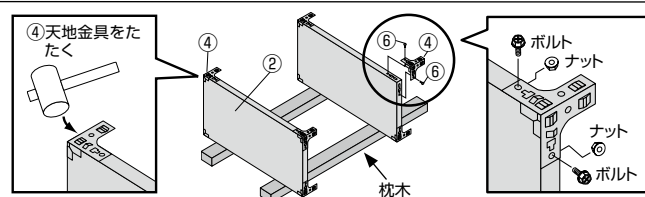

図1
最上段と最下段の②棚板2枚に図1のように④天地金具を取り付けます。④天地金具を木ハンマーで軽くたたき②棚板の穴にツメを差し込みます。②棚板に④天地金具を1コーナー2箇所⑥ボルトとナットで固定します。(計16箇所)